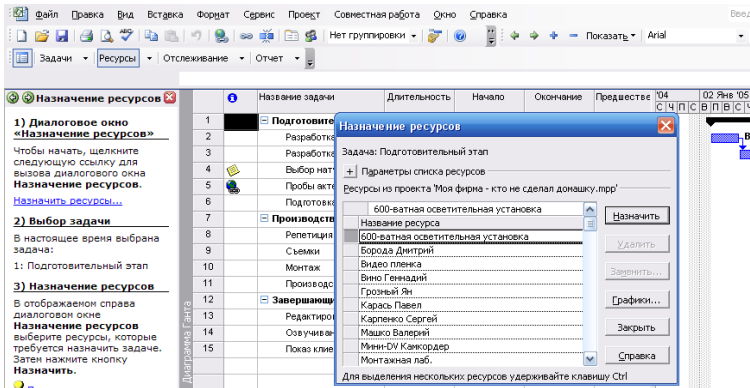

Рис. 115. Призначення ресурсів за допомогою *Консультанта*
7.1. На панелі інструментів *Project Guide (Консультант)/Resources (Ресурси)/Назначение людей и оборудования задачам/Назначение ресурсов...* (рис. 115).